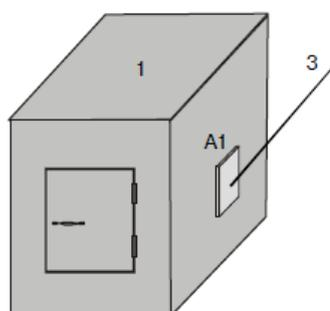

Рисунок.6 - Пример установки извещателя на металлическом сейфе
- место установки извещателя для охраны металлического сейфа или шкафа (рисунок 6) следует выбирать с учетом ограничения несанкционированного доступа к извещателю и 100 % охвата площади охраняемой поверхности;